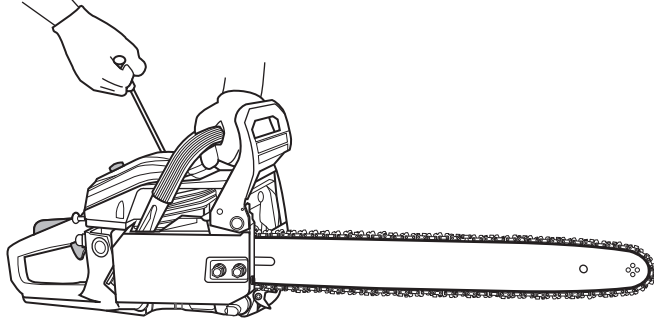

Abb. 17
3. Drücken Sie ca. 10 x auf die Ansaugvorrichtung (14).
4. Ziehen Sie den Choke-Hebel (20) heraus.
6. Stellen Sie den rechten Fuß auf den Handschutz (6) und halten Sie den vorderen Handgriff (4) mit der linken Hand fest. Drücken Sie die Kettensäge so fest auf den Boden, so dass diese beim Startvorgang nicht kippen oder wegrutschen kann (Abb. 17).